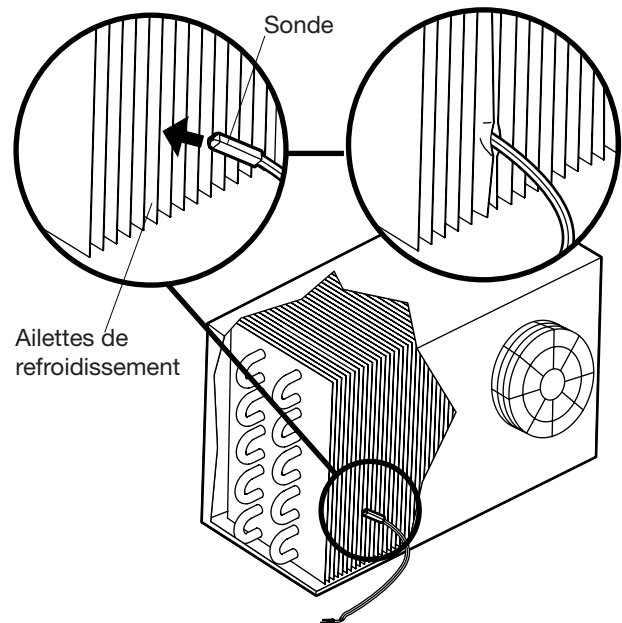

FIG. 8 Insertion de la sonde à thermistance entre les ailettes de refroidissement de l'évaporateur
- Insérer la sonde entre les ailettes de refroidissement, comme illustré à la FIG. 8. S'assurer du bon contact entre la sonde et l'un des tubes de l'évaporateur. Ensuite, en utilisant une pince à bec effilé, pincer soigneusement les ailettes de refroidissement pour maintenir fermement la sonde en place.